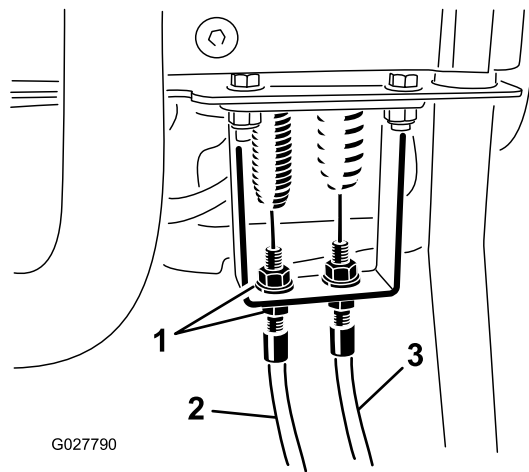

Bild 51
3. Lösen Sie den Spindelbowdenzug am Holmschott, bis das Kabel Spiel hat (Bild 51).